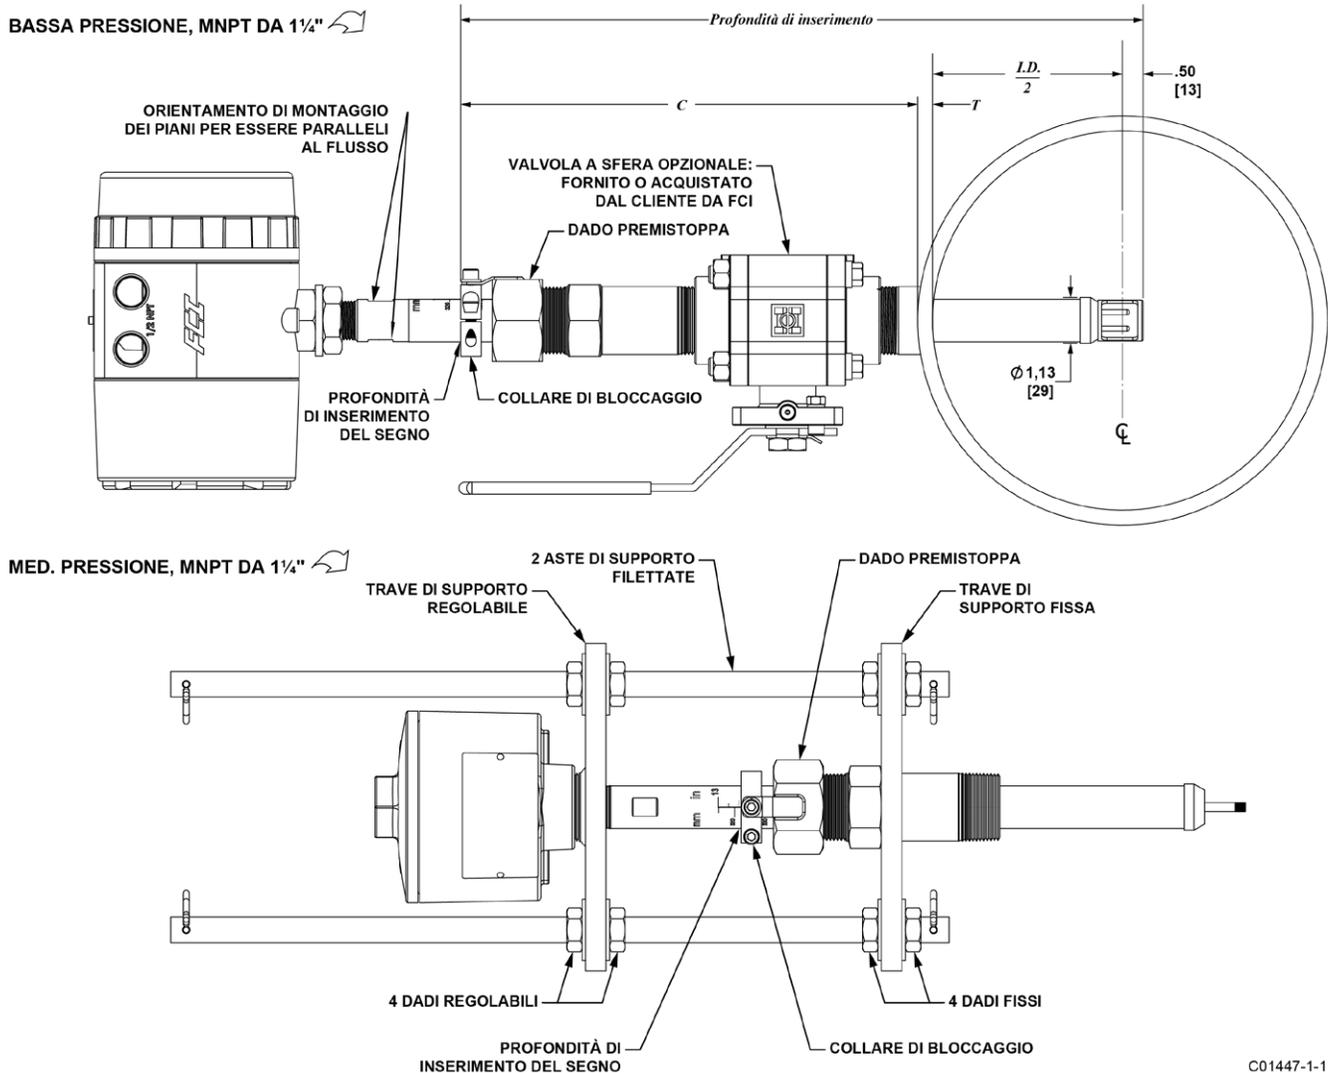

Figura 5 – Installazione del premistoppa retrattile
1. La scala incisa al lato della sonda di inserimento indica la lunghezza della punta dell'elemento di flusso. Calcola la profondità di inserimento utilizzando l'equazione, le variabili e Figura 5 di seguito.